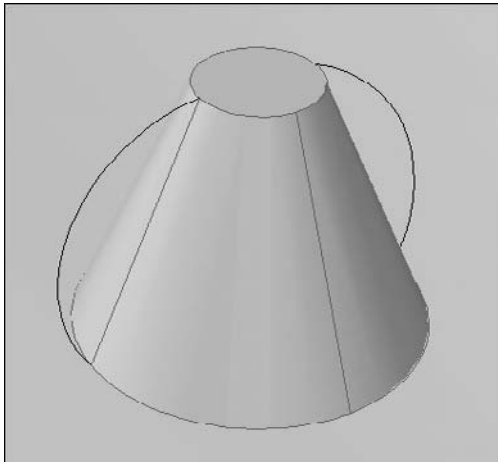

Fig.18.22
- ▶ **Coupes uniquement (Cross-sections only)** : permet de ne prendre en compte que les coupes (fig.18.22) et affiche la boîte de dialogue **Paramètres de lissage (Loft Settings)** pour définir d'autres paramètres (fig.18.23).